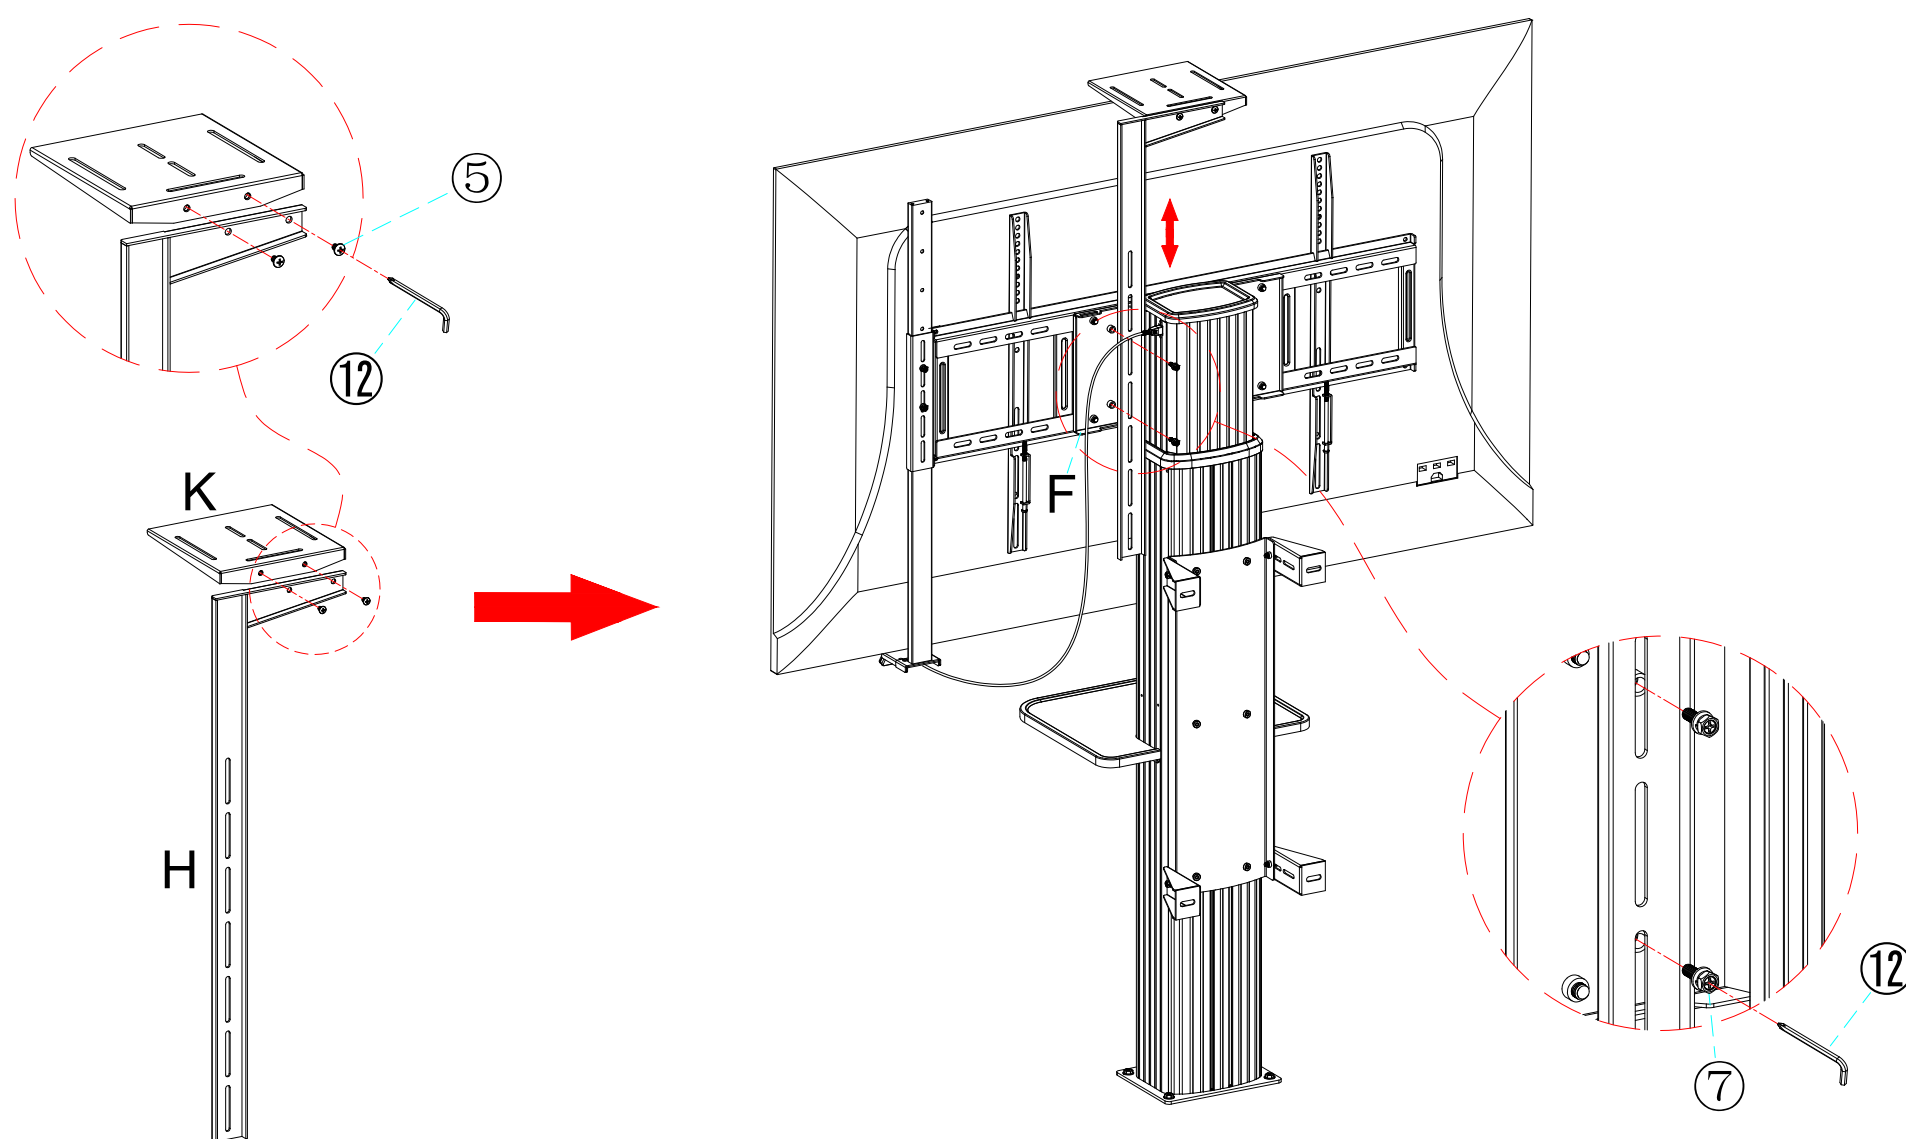

Figure 10
Étape 10 : La plaque de fixation de la caméra (K) et la barre support caméra (H) sont assemblées à l'aide de deux vis. (②) puis la barre support caméra pré-assemblée (H) et la plaque (F) à verrouillées avec 2 vis. (④), sur le support VESA. (. (Figure 10)